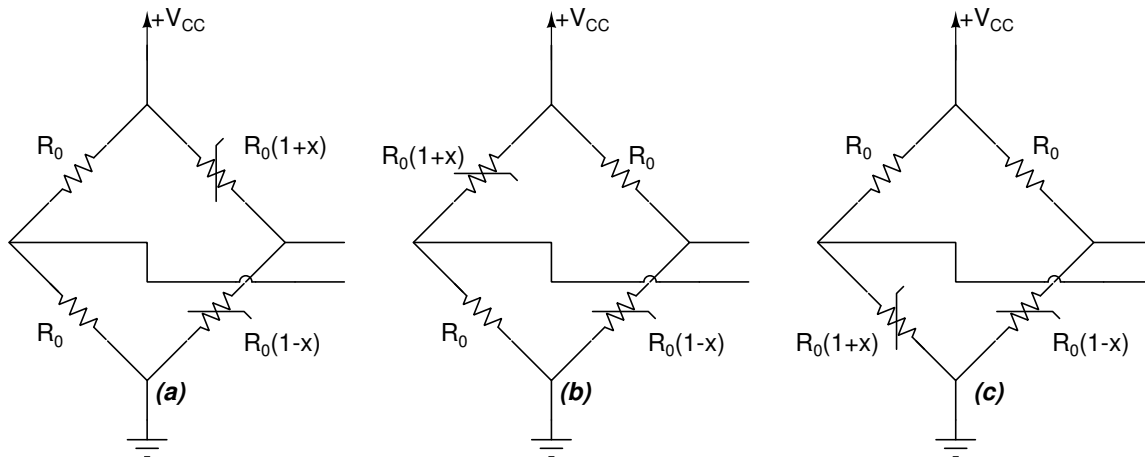

Figura 4. Posibles configuraciones (no triviales) del puente de medida.
- b) **(0,5 puntos)** Aparte de los cambios triviales de simetría arriba-abajo e izquierda-derecha, que cambiarían sólo el signo de la tensión de salida, existen tres configuraciones posibles, como se indica en la Figura 4.